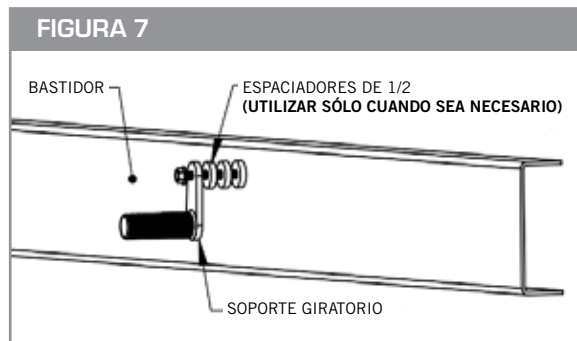

FIGURA 8
- Una vez que los soportes estén en posición con el guardafango, apriete el tornillo de 5/8" x 4-1/2" que pasa por el soporte giratorio (10001472/10001474) para fijar el giratorio de forma segura al bastidor. (Ver la Figura 8)